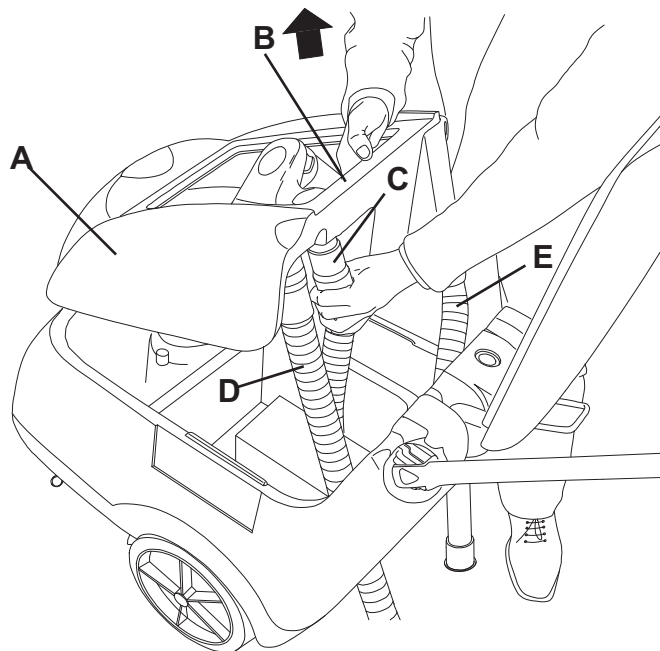

Abbildung 3
1. Schmutzwassertank (26) wie im entsprechenden Abschnitt erläutert entleeren.
3. Überprüfen, ob das Netzkabel (21) vom Stromnetz getrennt ist.
4. Ansaugrohr (22) von der Sauglippe (11) lösen.
5. Schmutzwasserablassrohr (16) aus dem Halter (17) nehmen.
6. Deckel (6) öffnen.
7. Schmutzwassertank (A, Abb. 3) im Bereich (B) halten und leicht anheben.
8. Ansaugrohr (C) vom Tank abnehmen und Tank (A) mit den Leitungen (D) und (E) entfernen.